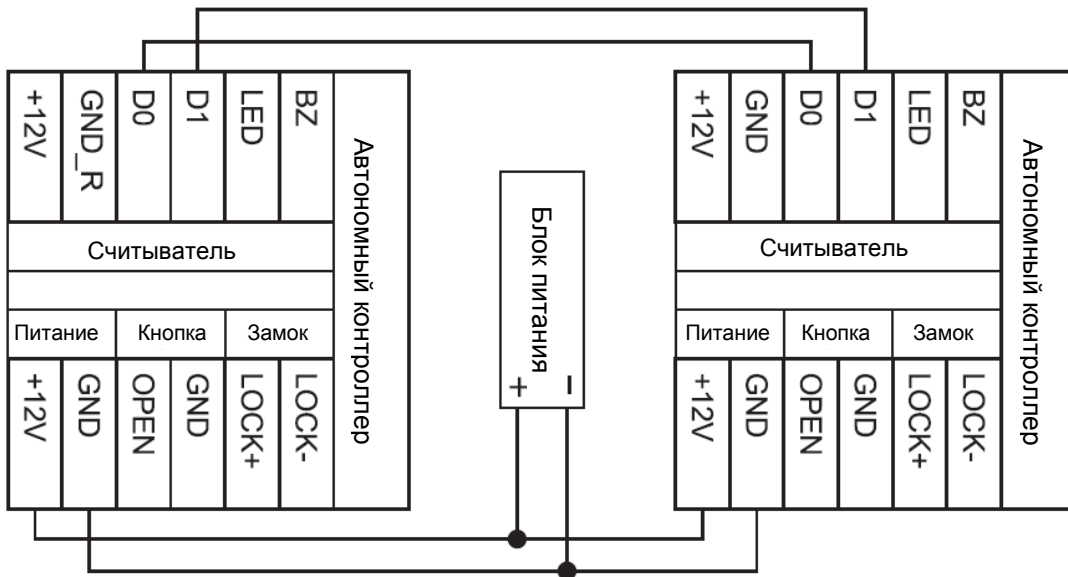

Рисунок 3: Схема подключения для копирования информации о пользователях между контроллерами
- Схема подключения для копирования информации о пользователях показана на рис.3